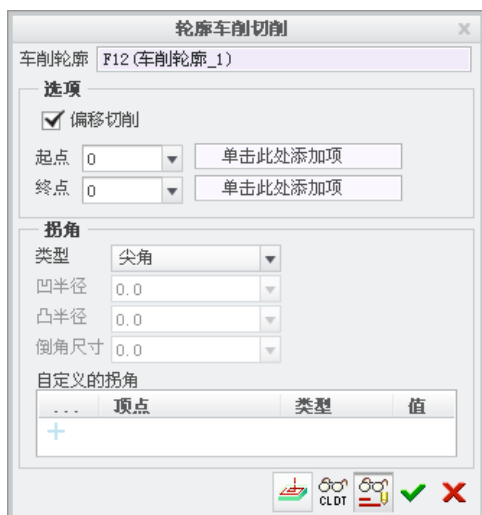
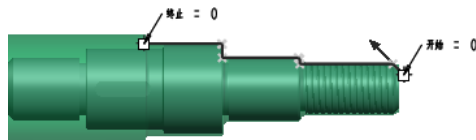

图 5.2.5 “轮廓车削切削”对话框
图 5.2.6 显示车削轮廓
Step6. 选取轮廓。此时系统弹出“轮廓车削切削”对话框，在模型树中选取前面创建的 **车削轮廓 1 [车削轮廓]** 节点，此时对话框显示如图 5.2.5 所示，图形区显示如图 5.2.6 所示。